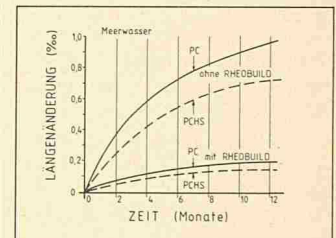

Bild 7. Längenänderung von Betonprismen, die einem Angriff sulfathaltigen Wassers (Meerwasser) ausgesetzt sind.
- Erhöhte Widerstandsfähigkeit gegen sulfathaltigem Wasser (Meerwasser) (Bild 7).